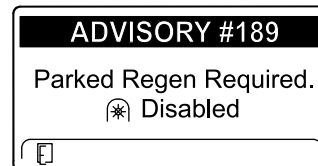

Figura 46
- Se não efetuar uma regeneração em estacionamento dentro de 2 horas, o InfoCenter indica que é necessária uma regeneração em estacionamento – tomada de força desativada AVISO N.º 189 (Figura 46).